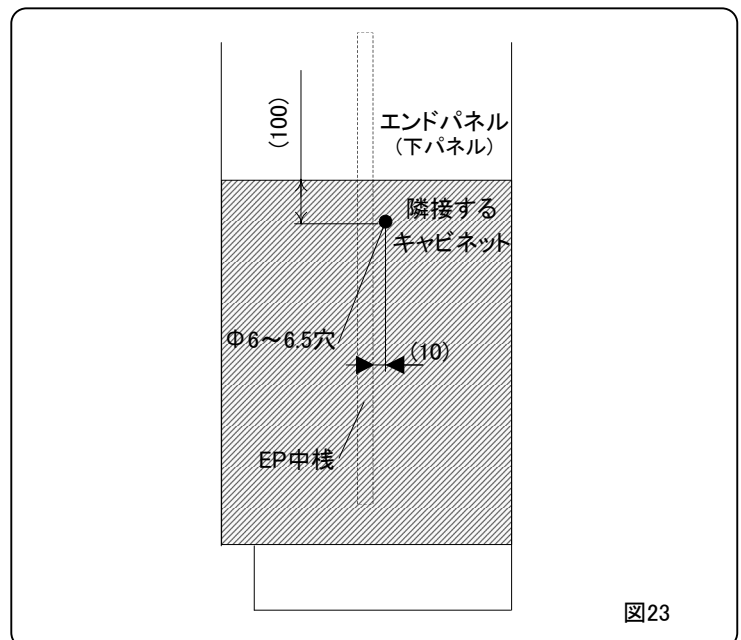
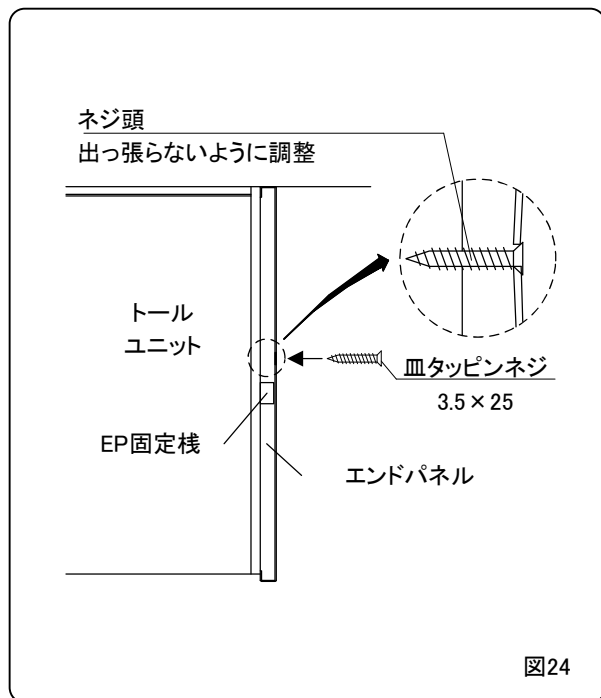

図23
図24
①隣接するキャビネットで隠れる箇所にφ6～6.5の穴を加工する。(図23)
②加工した穴にシリコンで防錆処理する。
③加工した穴からネジ(皿タッピンネジ3.5×25)を打ち、パネルの反りを矯正する。(16ページ 図24)